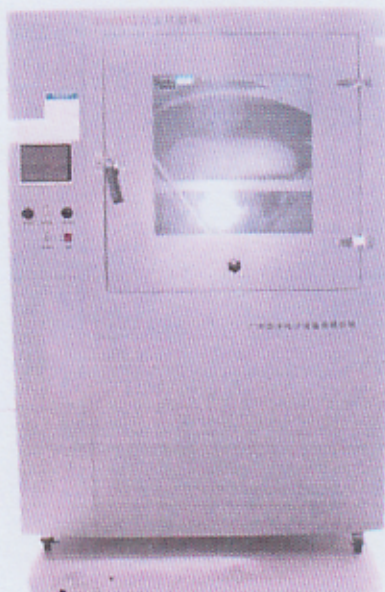
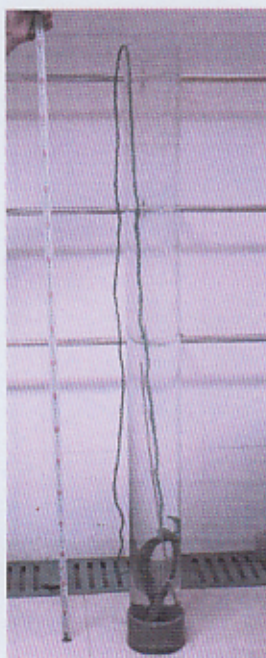

图 1 防尘箱
图 2 潜水试验容器
1. 试验设备: 防尘箱 (图 1), 潜水试验容器 (图 2),